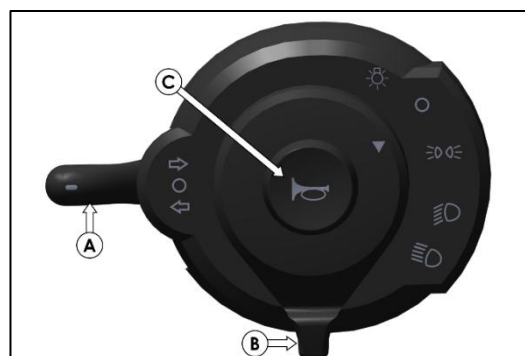

Fig. 81 - COMMANDE COMBINÉE
1. Commande combinée (fig. 81)
La commande des clignotants, indiquée par le repère A sur la fig. 81, comporte deux symboles de fonctionnement indiqués ci-dessous :
La commande d'éclairage des phares, indiquée par le repère B sur la fig. 81, ne peut être actionnée que lorsque le contact est mis (position MARCHE (ON)).
- Le bouton du klaxon est indiqué par le repère C sur la fig. 81.
- Le bouton du klaxon ne peut être actionné que lorsque le contact est mis (position MARCHE (ON)).